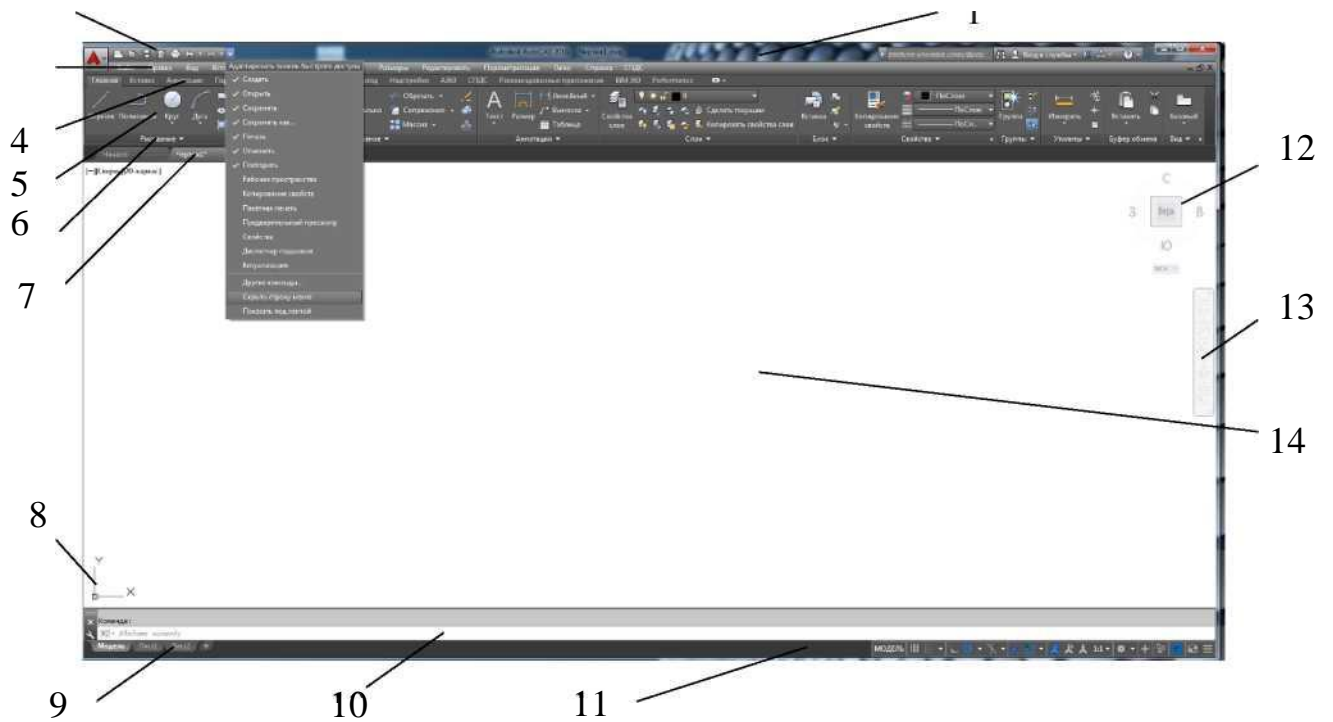

Рис. 2.
3. Изучите структуру экрана. Рабочий стол AutoCADa представлен на рис. 2.